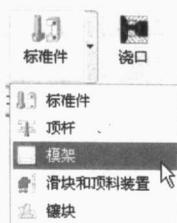
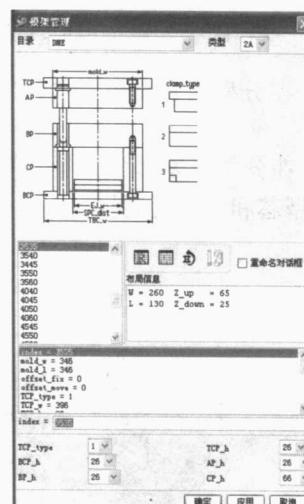

图 1-26 单击模架命令
图 1-27 模架管理对话框
(1) 添加模架并修改参数
- ① 单击工具栏“标准件”按钮盘的下拉箭头，然后在弹出的菜单上选择“模架”命令，如图 1-26 所示。系统弹出如图 1-27 所示的模架管理对话框。